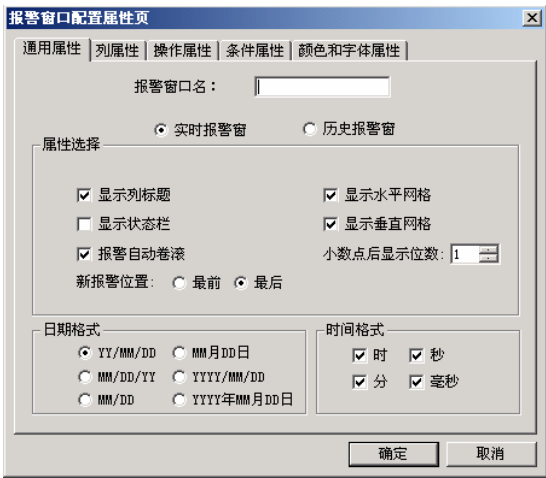

图 5-5 报警窗口配置对话框
- 4、双击“报警窗口”对象，弹出报警窗口配置对话框，如图 5-5 所示：